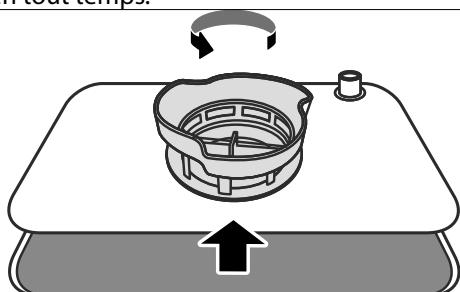

Fig. 19 – Détachement du filtre fin
- ▶ Pour retirer le système de filtrage, tournez le filtre fin dans le sens inverse des aiguilles d'une montre (voir Fig. 19).